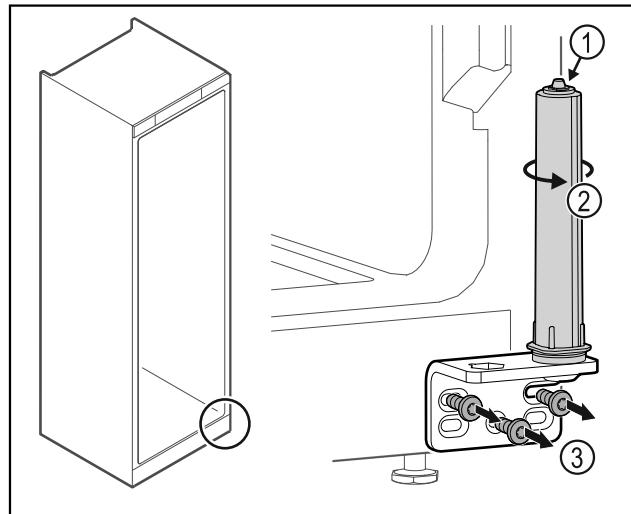

Fig. 34
► Nerozoberajte systém zatvárania dverí Fig. 34 (1).
► Otáčajte systém zatvárania Fig. 34 (2), kým nezavakne.
► Odskrutkujte uholník závesu Fig. 34 (3).